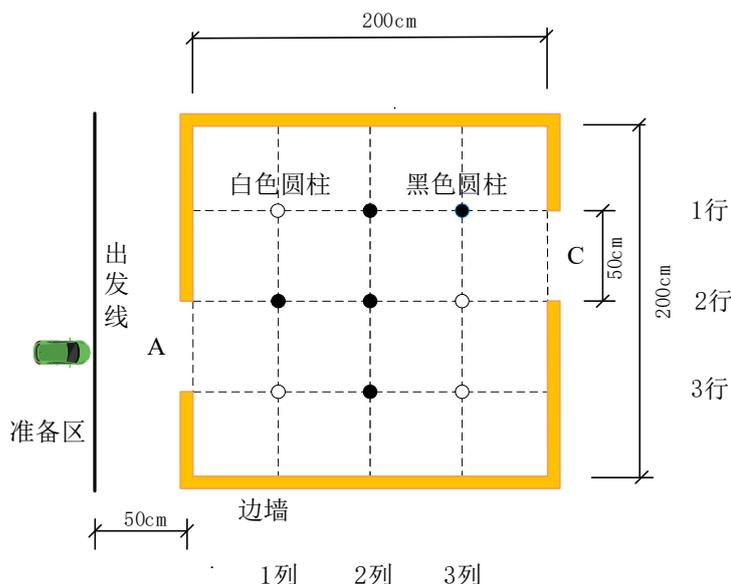

图 1 自动避障小车测试场地示意图
制作一辆自动避障小车，从测试场地边墙入口 A 驶入，按具体任务要求绕过场地内的圆柱障碍，在规定时间内从出口 C 驶出。测试场地如图 1 所示，为边长 2 米的正方形，四周有边墙围挡，两侧有入口 A 和出口 C，4 个白色、5 个黑色圆柱用圆柱座固定在场地上作为障碍物。
圆柱排列如图 1 所示。小车放置在准备区。
(1) 小车放置在准备区，在图 1 的基础上按指令将第 1 行第 3 列处的黑柱与任一白柱互换位置，一键启动小车并开始计时，从 A 口进入，计时至车身完全从 C 口驶出，用时越少越好。
(2) 小车放置在准备区，按指令随机排列圆柱，一键启动探测圆柱，在 30s 内完成探测、穿过出发线进入 A 口，10s 内车身应完全从 C 口驶出。
(3) 其他。
(1) 测试时场地、边墙及圆柱座由赛区提供。场地用长 300cm 宽 210cm 的哑光喷绘布制作，背景色为灰色（R: 170 G: 170 B: 170），喷绘出图 1 中圆柱位置（直径 2.5cm 黑色圆圈）、黄色边墙位置、黑色出发线和黑色虚线，其线宽分别为 0.2cm、1cm、2cm 和 0.2cm。障碍圆柱用直径 2cm 白色 PVC 电工穿线管制作，长度 20 ± 1 cm。白柱采用 PVC 原色，黑柱表面涂哑光黑色。圆柱座采用白色“直接套管”（PVC 管标准配件，长度 4~5cm）。在喷绘布上圆柱位置开孔，将圆柱座用热熔胶粘接固定在地面上。场地边墙高 3 ± 0.5 cm，用木板制作，表面黄色，用热熔胶固定。测试时参赛队必须自带圆柱，插入赛区准备好的圆柱座。圆柱和圆柱座、场地及周边不得有任何其他标志和传感器。
(2) 所有传感器及控制电路均安装在小车上，小车尺寸在任何状态均必须满足（含所有传感器和控制电路）：长 ≤ 35 cm、宽 ≤ 25 cm、高 ≤ 35 cm。测试中小车与外部不得有任何通信交互。
(3) 小车上只有 1 个“启动按键”，设置好测试项目后可用其一键启动小车。
(4) 发挥部分（2），小车一键启动后在 30s 探测时间内可在准备区中任意移动。
(5) 完成各项穿越要求的用时不得超过 20s，否则视作失败，该项计 0 分。
(6) 蛇行轨迹示意如图： 或 。
(7) 所有测试项目只能测试一次。